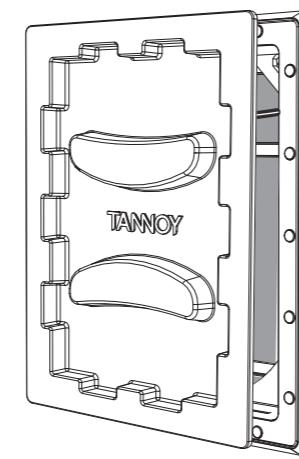

図 12. フレームへのペイントマスクの追加
2. ペイントマスクをフレームに押し込み、磁石で固定します(図 12)。これは、壁とフレームの周囲がペイントされている間、およびスピーカーを設置する準備ができるまで、そのままにしておきます。